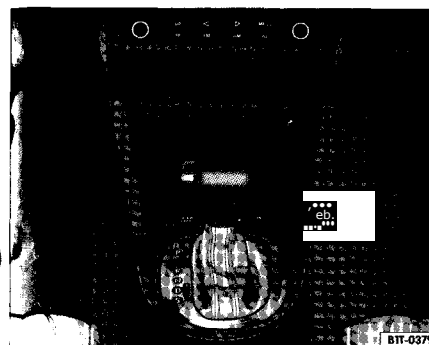

Fig. 118 Détail de la console centrale : levier sélecteur de la boîte automatique ou de la boîte à double embrayage DSG
- Amenez le levier sélecteur fig. 118 en position D.